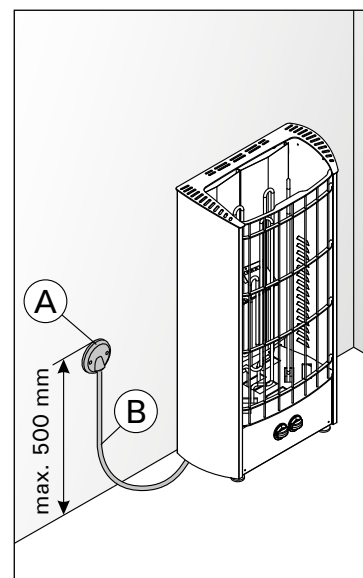

Figure 7. Câbles
- Le poêle est connecté de façon semi-fixe au boîtier de jonction (figure 7: A) situé sur le mur du sauna. Le boîtier de jonction doit être étanche aux éclaboussures. Sa hauteur par rapport au sol ne doit pas dépasser 500 mm.
- Le câble de raccordement (figure 7: B) doit être un câble caoutchouté de type HO7RN-F ou équivalent. **NB ! Le recours à un câble isolé en PVC comme câble de raccordement est interdit en raison de sa sensibilité à la chaleur.**